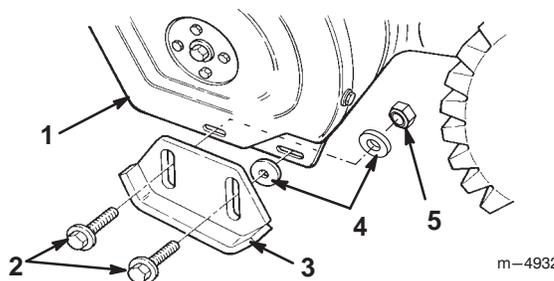

Bild 10
3. Entfernen Sie die beiden Bundbolzen und Flachscheiben, mit denen die Enden der Schürfleiste an den Seitenplatten befestigt sind (Bild 10).
5. Bringen Sie eine Scheibe *zwischen jeder Kufe und der Seitenplatte* an (Bild 10). Ziehen Sie die Bolzen nicht fest.
7. Bringen Sie eine Scheibe und eine Sicherungsmutter *hinter der Seitenplatte (an der Innenseite)* an (Bild 10). Ziehen Sie die Bolzen nicht fest.